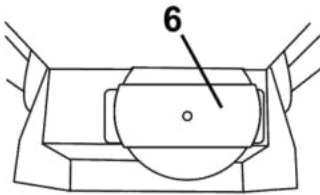
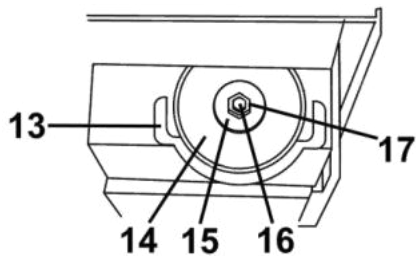

Рисунок 3-1
Рисунок 3-2
Для зняття/встановлення диска в ід'єднайте нижній захисний кожух (6, рисунок 3-1). Утримуючи гайковим ключем (може бути в комплекті) шпindel (16, рисунок 3-2), іншим гайковим ключем (може бути в комплекті) відкрутіть гайку (17), зніміть фланець (15), зніміть відрізний диск (14). Враховуючи напрямкообертання, встановіть відрізний диск, фланець (15) і, утримуючи шпindel (16) ключем, закріпіть диск гайкою (17).